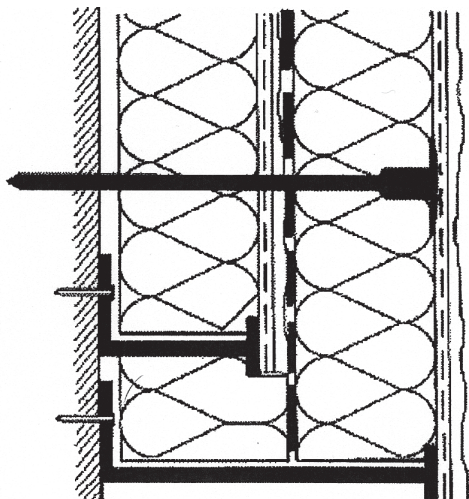

Figure 1a : nouveau profilé de départ sans dépose de l'existant.
Lorsque l'espace bas entre le sol et la partie basse du système en place le permet, le profilé de départ adapté à l'épaisseur totale des deux systèmes est fixé horizontalement de manière à enchâsser le système existant avec retour d'isolant sous ce système. Deux types de profilés sont utilisables selon les possibilités d'accès (cf. figures 1a et 1b). La distance entre le sol et le nouveau profilé de départ doit être au moins de 15 cm.
- mise en place d'un nouveau profilé de départ intégrant l'épaisseur globale des deux systèmes (cf. figure 1a),